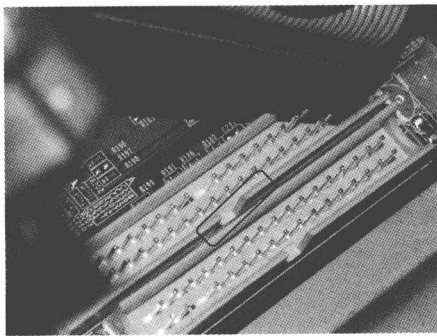

图 1-6
⑤ 连接刻录机的 IDE 数据线。先将数据线的一端插入主板上的 IDE 接口。注意 IDE 接口采用了“防呆”设计，在它的接口部有一个小小的缺口，而数据线接头上一侧有一个小小的凸出块，插入时刚好对应，如图 1-6 所示。